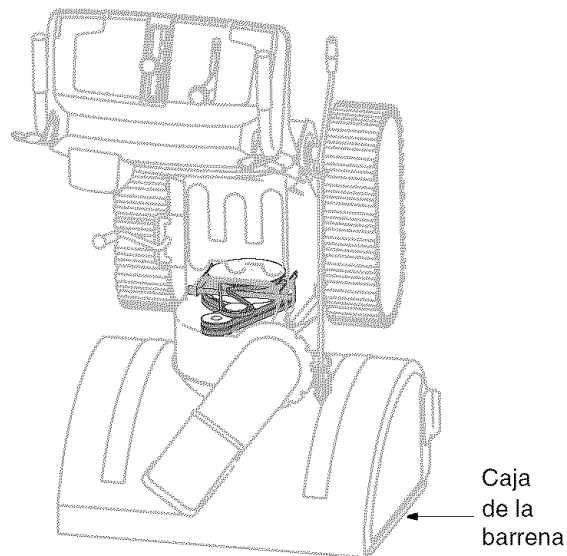

Figura 18
4. Incline la máquina quitanieve hacia arriba y hacia delante de manera que quede apoyada sobre la caja de la barrena. Vea la Figura 18.